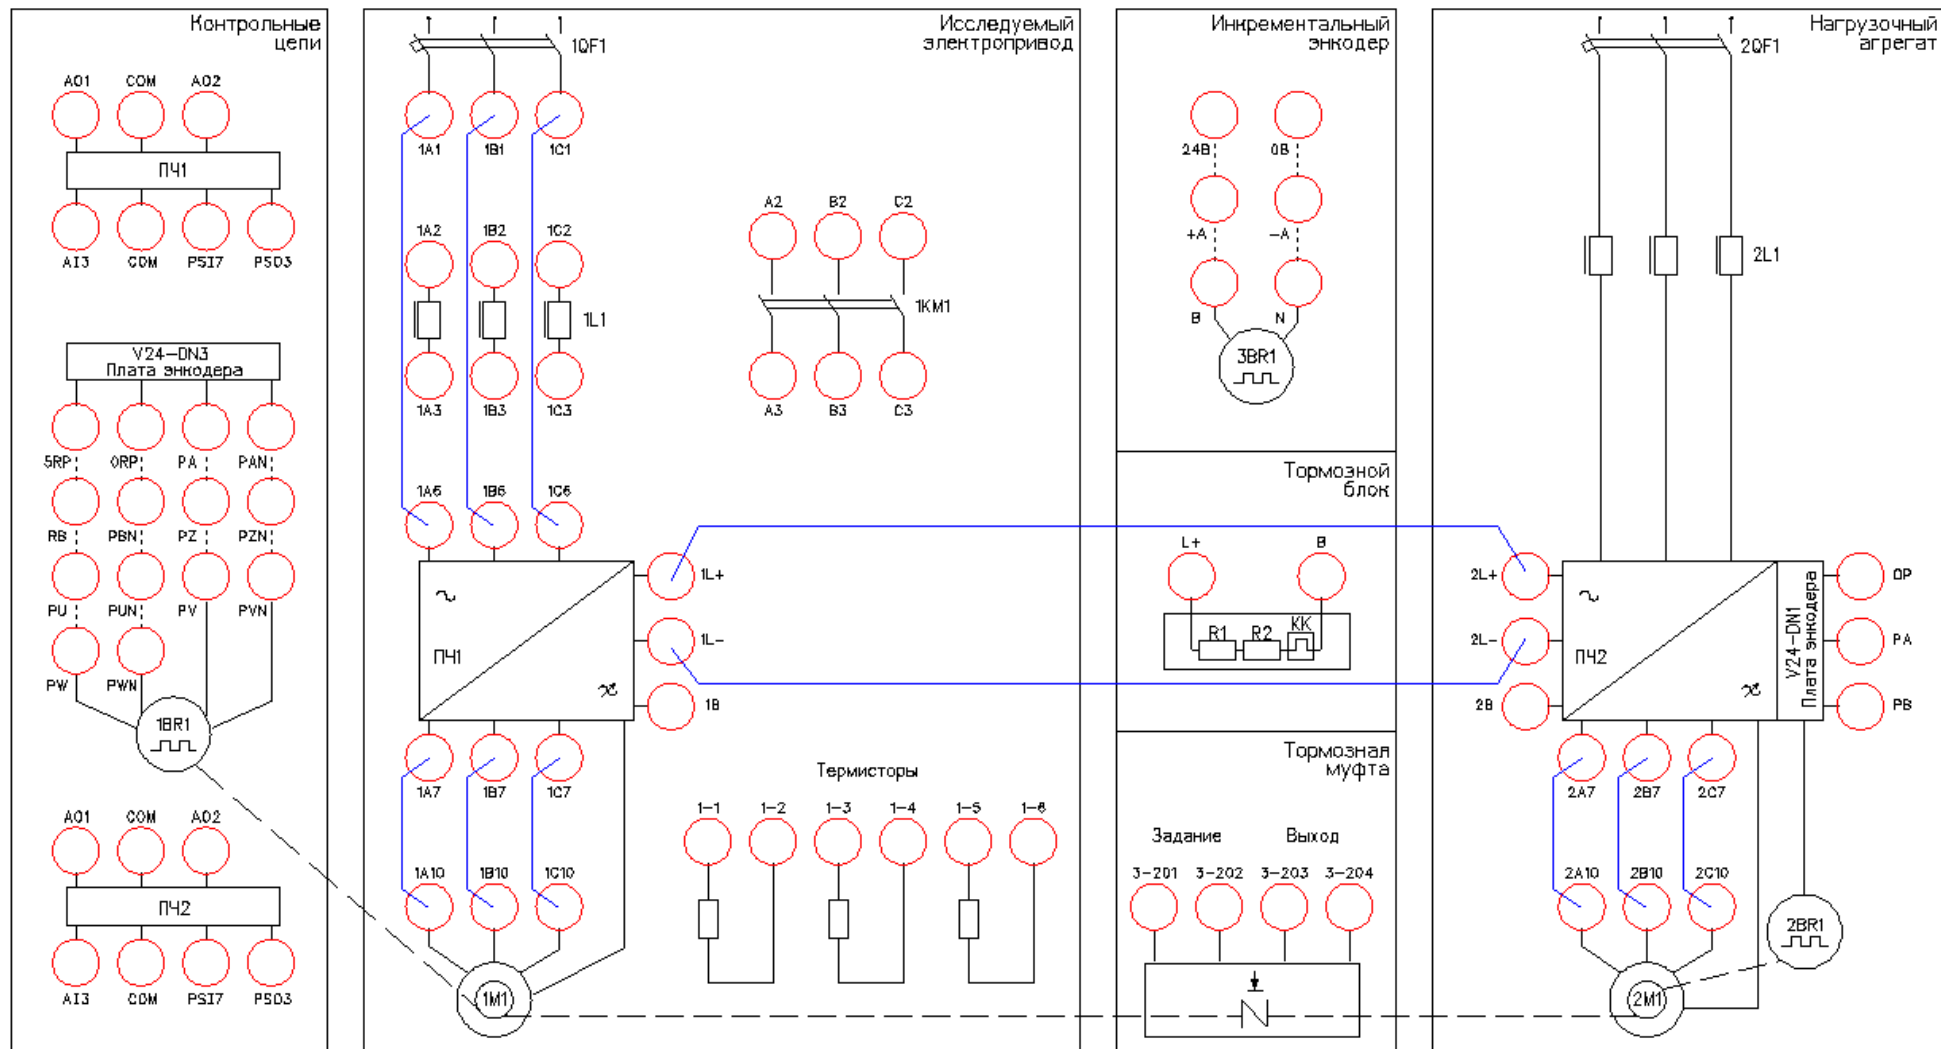

Рисунок 3 – Схема испытаний
10.11.1. Подготовьте схему силовой цепи для выполнения лабораторной работы. Для этого гибкими соединительными проводами из комплекта оборудования лабораторного стенда на панели с мнемосхемой соедините разъёмы так, как показано на рис.3.